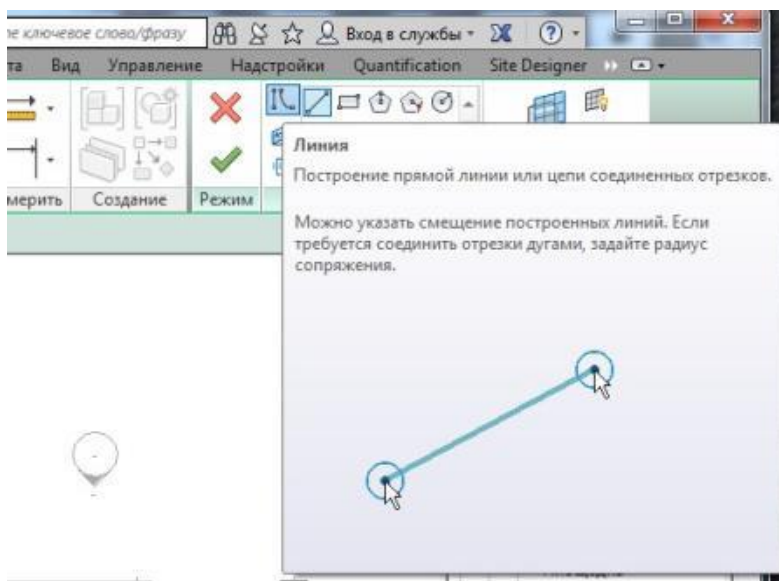

Рис. 2.19. Команда для постройки прямой линии
- вкажіть межі майбутнього перекрытия за допомогою елементів *Малювання*, таких як відрізок або прямокутник, рис. 2.19;